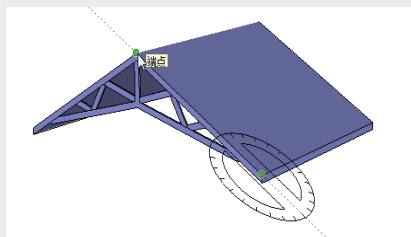

图3-86
- 02 拖动鼠标指针创建角度起始线，如图3-86所示。在实际的工作中，可以创建任意角度的斜线，以进行相对测量。